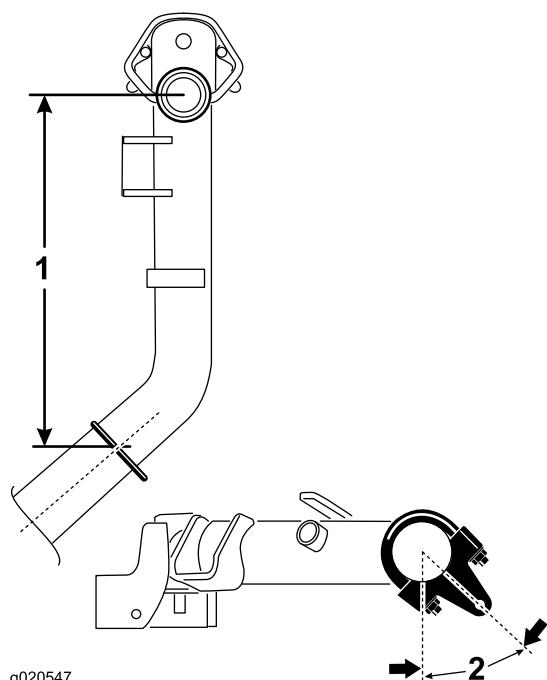

図 6
4. 昇降アーム 2 番、3 番で、ブラケットと U ボルトを、ピボットナックルのセンターラインから後ろに 38.1cm さがった位置にセットする図 6。